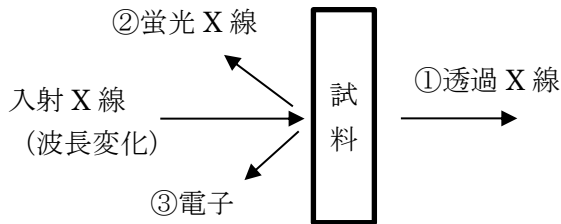

図1 XAFS法の検出信号
XAFS法の主な測定手法を図1に示します。
XAFS法は特定の波長(エネルギー)に対するX線の吸収係数を測定することで、対象とする元素に対応した吸収スペクトルを得る手法です。X線の吸収係数を測定する方法としては、図1中①の様に、単純に入射X線と透過X線の強度比を得ること(透過法)でも可能です。ただし、この方法だと試料そのもののX線透過率や対象元素の濃度や均一性を調整する必要があります。一方、X線の吸収係数を、放出された蛍光X線の量で換算する方法(蛍光収量法:図1中②)や、放出された光電子やオージェ電子によって電離したイオン電流値で換算する方法(転換電子収量法:図1中③)があります。これら3手法は、試料形態や対象元素の濃度によって適切に選択し